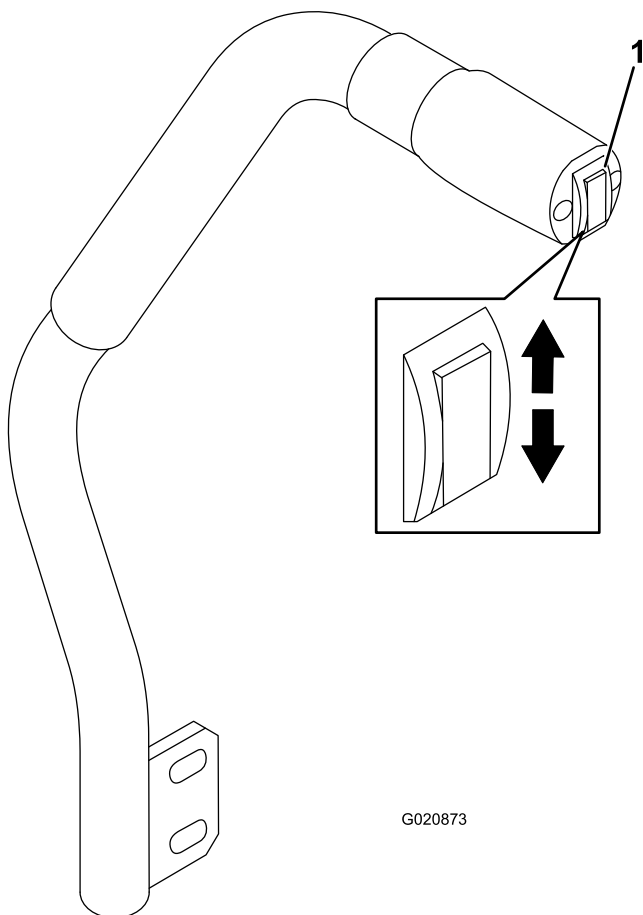

Figura 21
El interruptor de elevación de la carcasa eleva y baja la unidad de corte (Figura 21). El motor debe estar en marcha para poder utilizar esta palanca.
- Para bajar la unidad de corte, presione hacia abajo el interruptor de elevación de la carcasa (Figura 21).
- Para elevar la carcasa de corte, suba el interruptor de elevación de la carcasa (Figura 21).
1. Con el motor en marcha, presione hacia arriba el interruptor de elevación de la carcasa hasta que la unidad de corte esté elevada del todo y **suelte el interruptor inmediatamente** (Figura 21).